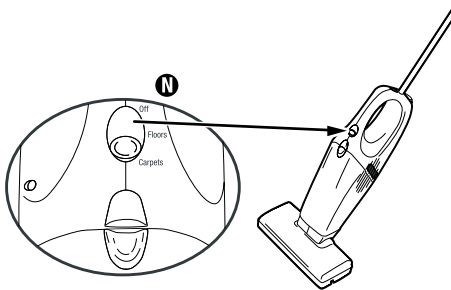

FIG. 6
Step 2: Select type of cleaning. Carpet cleaning starts the brush roll turning. Bare floor cleaning stops the brush roll (Fig. 6).
Étape 1 : Appuyez sur le bouton de marche-arrêt ❶ pour mettre en service ; poussez-le vers le haut pour arrêter l'appareil.
Étape 2 : Sélectionnez le type de nettoyage. Le nettoyage de moquette entraîne la rotation de la brosse rotative. Le nettoyage des sols nus arrête la rotation de la brosse (Fig. 6).
Paso 1: Presione el interruptor de encendido ❶ hacia abajo para conectarlo y hacia arriba para desconectarlo.
Paso 2: Seleccione el tipo de limpieza. La limpieza de alfombras pone en marcha el giro de los cepillos rotativos. La limpieza de pisos desnudos los detiene (Fig. 6).